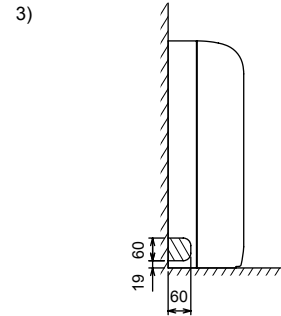

Fig. 3-9
- 3) Verrohrung links (Fig. 3-9)